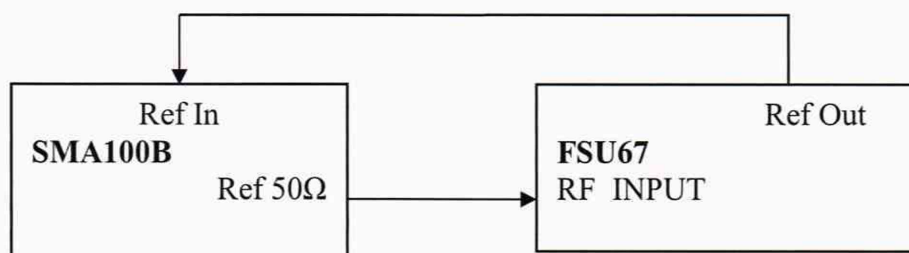

Рисунок 3
Выполнить соединение средств измерений в соответствии со схемой, приведённой на рис. 3.
7.6.1 Выполнить соединение СИ в соответствии со схемой, приведённой на рис. 3. На генераторе установить немодулированный сигнал частотой  $f_{\text{нес}} = 10$  МГц и уровнем 10 дБ (1 мВт). На анализаторе спектра опорный уровень 10 дБ (1 мВт), центральную частоту равную частоте генератора, полосу пропускания 1 кГц. Включить режим автоматического измерения гармонических составляющих. Повторить измерения на частотах  $f_{\text{нес}}$  равных 1,001 ГГц; 2,999 ГГц; 5,999 ГГц; 12,74 ГГц; 19,999 ГГц; в зависимости от установленной частотной опции генератора (на частоте 31,79 ГГц измерить только уровень 2-ой гармоники).